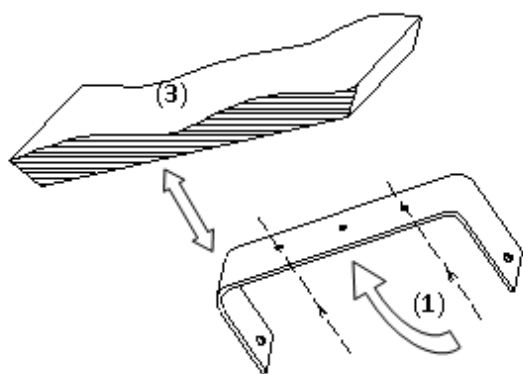

Рис.2
- ❖ Закрепить лиру (1) на опорной поверхности (3), по меньшей мере, двумя винтами (рис.2).